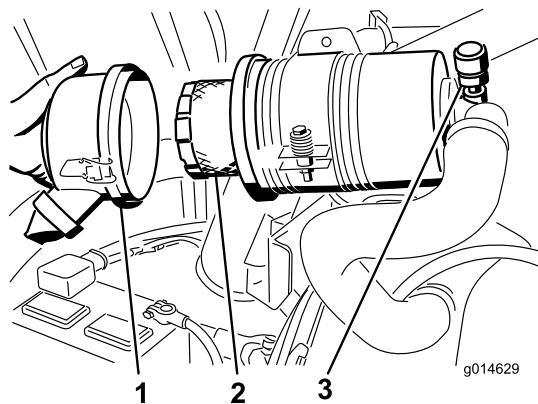

Figura 60
3. Retire y cambie el filtro (Figura 60).